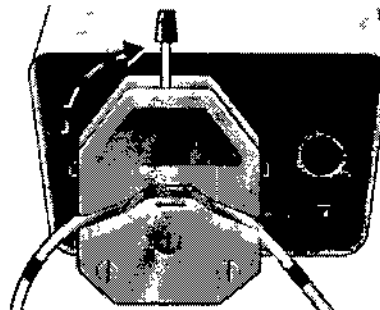
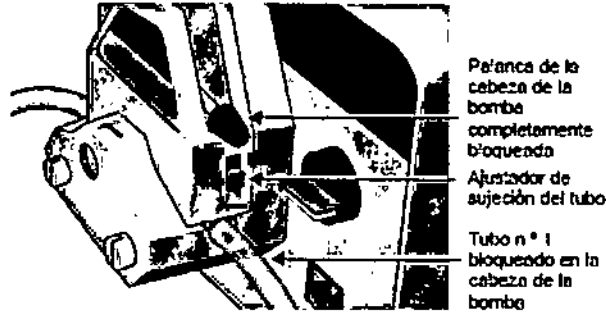
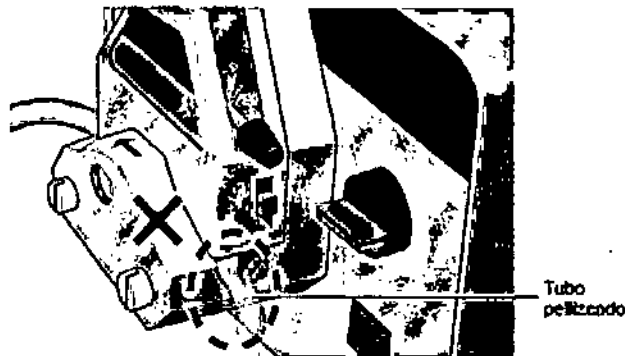

Fig 13. Bloqueo de la palanca de la cabeza de la bomba
Fig 14. Palanca de la cabeza de la bomba en la posición de bloqueo completo
Fig 15. Ejemplo de posición incorrecta con el tubo pellizado
12. Mueva la palanca de la cabeza de la bomba *en el sentido de las agujas del reloj* hasta la posición de bloqueo completo (Fig. 13 y Fig. 14).
Una vez haya finalizado, asegúrese de que el tubo esté firmemente sujeto (Fig. 14), pero no pellizado ni alineado incorrectamente (tal y como muestra el ejemplo de la Fig. 15).
IMPORTANTE: Las sujeciones de los tubos no suelen necesitar reajustes al cambiar el tubo, por lo que no es necesario mover los reguladores de sujeción de los tubos hacia *arriba* o hacia *abajo*. Los reguladores deberían permanecer en su sitio, a medio camino desde la parte superior (Fig. 14).